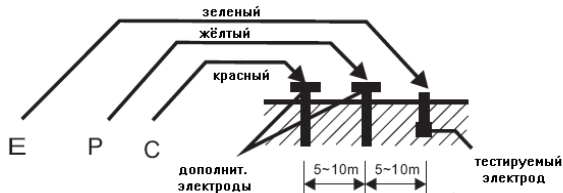

рис. 1 Схема измерений
- Подключить измерительные провода: зеленый, желтый и красный к прибору (входные гнезда **Е**, **Р** и **С** соответственно) и к дополнительным штырям заземления из комплекта прибора. Электроды - тестируемый и два дополнительных штыря (из комплекта прибора) должны располагаться на одной линии, на расстояниях указанных на рис. 1.